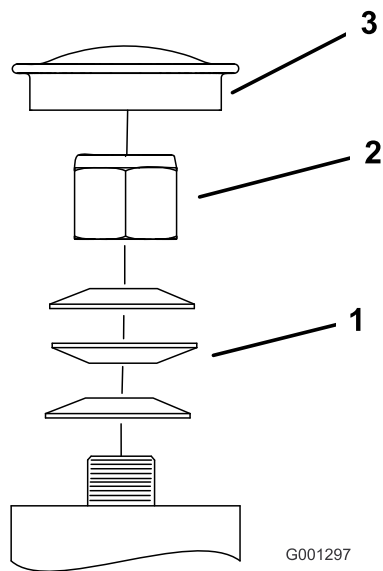

Figura 57
3. Retire el tapón anti-polvo de la rueda giratoria y apriete la contratuerca (Figura 57).
4. Apriete la contratuerca hasta que las arandelas de muelle estén planas, luego afloje la contratuerca 1/4 de vuelta para establecer la pre-carga correcta de los cojinetes (Figura 57).
Importante: Asegúrese de que las arandelas de muelle están correctamente instaladas, según se muestra en Figura 57.
5. Coloque el tapón anti-polvo (Figura 57).